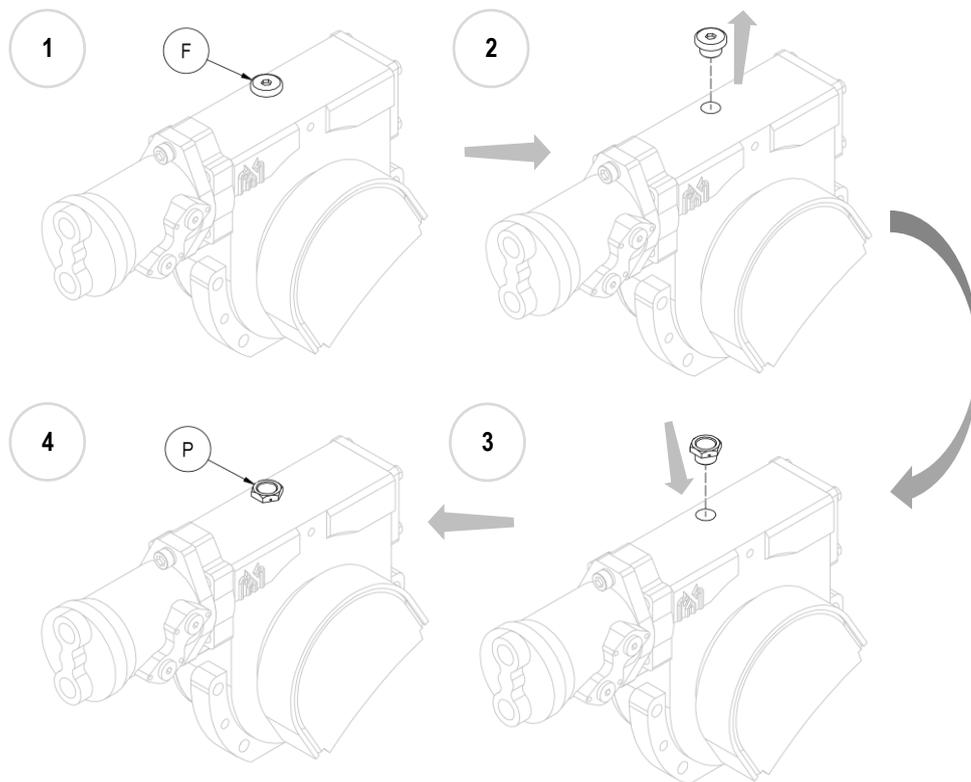

Figure 10
10. **N.B.** Une fois que l'équipement a été monté, avant l'utilisation, remplacer le bouchon aveugle de remplissage d'huile en fer (F) par le bouchon en plastique fourni (P), doté d'un évent (voir Figure 10).